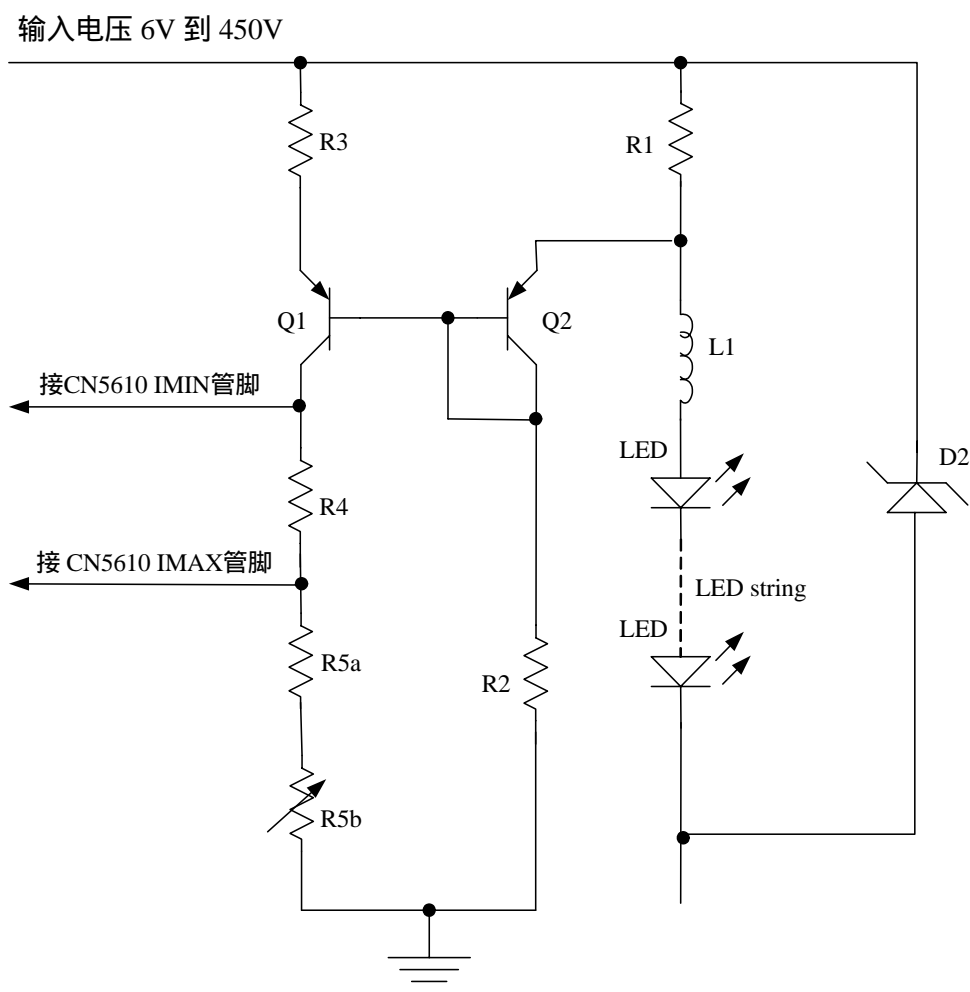

图3 用可变电阻控制亮度
2. 用可变电阻控制亮度，如图3所示。
在图 3 中，R5b 是可变电阻，LED 的电流随着 R5b 的增加而减小。